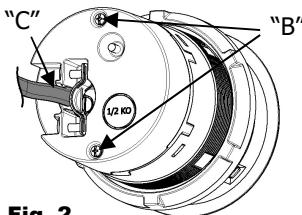
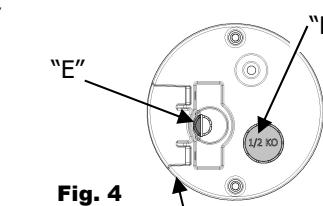

Fig. 2
Fig. 4
- For #14 AWG non-metallic sheathed cable, remove the semicircle Knockout "E" from aluminum wiring housing "A" (see Fig. 4). Remove cable jacket to expose 4 inch long wires, feed the cable through the slot, secure the cable on the jacket with the wire clamp (Fig.2), torque to 8-10 lb•in [0.9-1.1 N•m].
○ Pour les câbles sous gaine non métallique n° 14 AWG, retirer la débouchure en demi-cercle "E" du boîtier de câblage en aluminium "A" (consulter la Fig. 4). Retirer la gaine du câble pour exposer les fils sur 10 cm. et faire passer le câble par la fente. Fixer le câble à la gaine avec le serre-cordon (Fig. 2), puis serrer à un couple de 0,9-1,1 N•m.
○ Pour les câbles sous gaine non métallique n° 14 AWG, retire el semicírculo Knockout "E" de la caja de cableado de aluminio "A" (ver Fig. 4). Quitar el forro del cable para exponer los cables 4 pulg.(10 cm), pasar el cable por la ranura. Fije el cable en el forro con la abrazadera de alambre (Fig. 2), par a 8-10 lb•in [0.9-1.1 N•m].